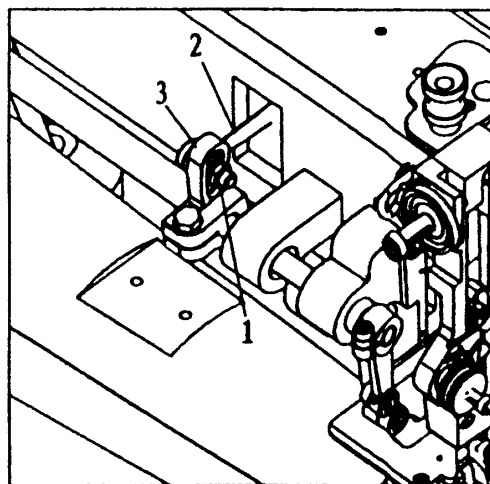

Fig.7
| 11. REGLAGE DU PIED PRESSEUR ET PIED ENTRAINEUR (Fig. 7) | 8 |
- (1) La pression des pieds est à régler en fonction des matériaux à coudre
- (2) La pression sur le pied entraîneur et pied presseur est réglable (le réglage de l'écrou a été fait avant la livraison)
- (3) La pression doit être réglée à la force minimum requise
11. REGLAGE DU PIED PRESSEUR ET PIED ENTRAINEUR (Fig. 7)